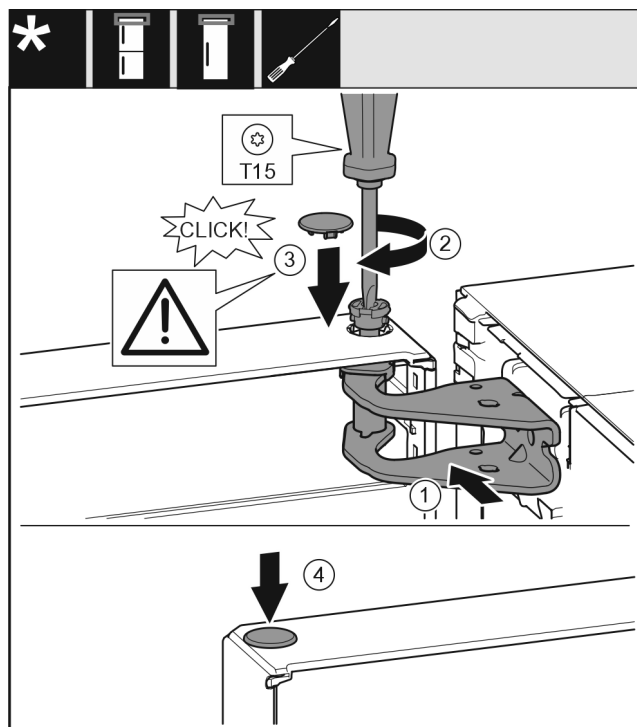

Fig. 53
- Dveře nahoře vyrovnejte s otvorem ve stojanu ložiska Fig. 53 (1).
- Vložte čep Fig. 53 (2) a pevně jej utáhněte šroubovákem.
- Nasad'te kryt Fig. 53 (3).
- Zkontrolujte, zda kryt Fig. 53 (3) doléhá na dveře.
- Nasad'te kryt Fig. 53 (4).